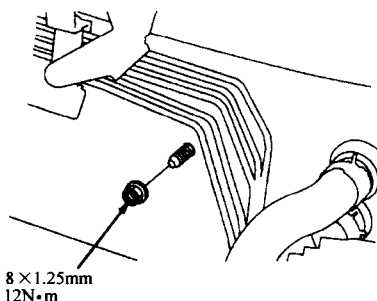
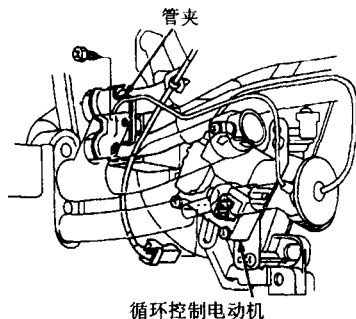
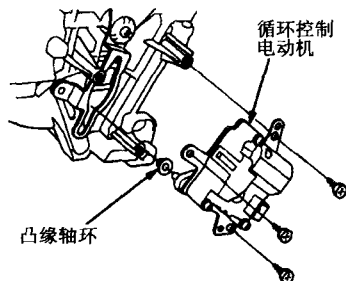

图 1-14 间壁固定螺母
图 1-15 循环控制电动机
图 1-16 控制电动机元件
(4) 2.5TL 车型 (图 1-14、图 1-15、图 1-16)